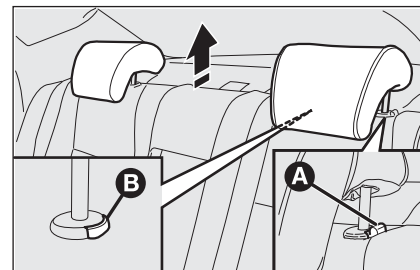

fig. 35
- appuyer sur les touches **A** et **B**-fig. 35 (placées à côté des deux soutiens des appuis-tête) puis enlever les appuis-tête en les défilant vers le haut.